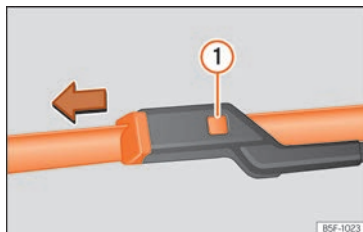

Fig. 191 Cambio de las escobillas del limpiaparabrisas.
- Mantenga presionada la tecla de desbloqueo »»» **fig. 191** ① tirando ligeramente de la escobilla en el sentido de la flecha.